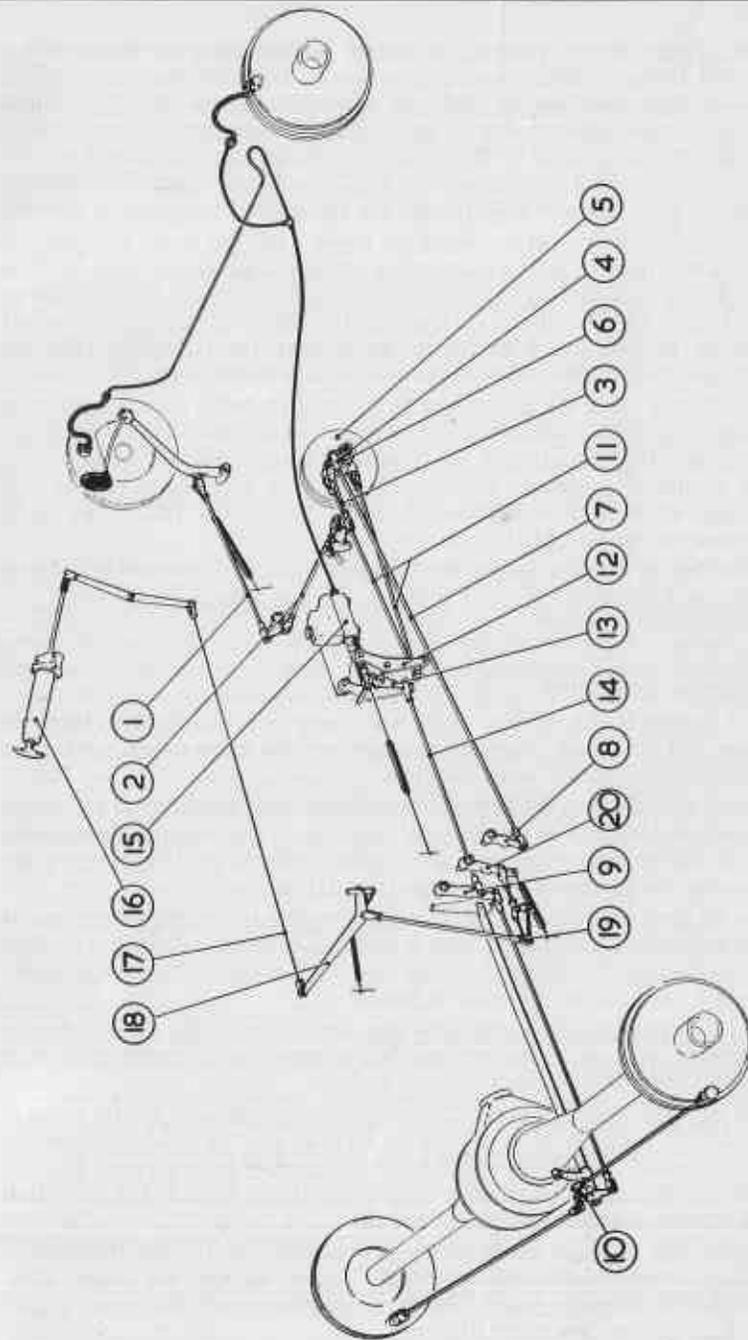

Fig. 17.—SYSTÈME DE FREINAGE—ROLLS-ROYCE.
Le schéma de la fig. 17 illustre tout le système de freinage.
Le pédale actionne une tringle (1, fig. 17) accouplée, par l'intermédiaire de la barre transversale (2) et de la tringle (3), au levier (4) sur l'arbre du servo. Ce dernier (5), monté sur le flanc droit de la boîte des vitesses, est entraîné à environ $\frac{1}{10}$ de la vitesses de l'arbre de transmission.
Le servo, illustré à la fig. 17, est du type à disques secs de freinage. Il comporte un réglage pour la mise au point initiale et pour rattraper l'usure des surfaces de friction. Une fois exactement réglé, l'usure étant minime, il ne réclame aucun soin pendant longtemps. Ce réglage est très délicat et il vaut mieux le faire exécuter par la Maison Rolls-Royce Ltd., ou par un de ses agents.
Les seuls endroits qui demandent un graissage à la main sont les mâchoires et les axes des tiges et des leviers intermédiaires (8, 9 et 20, fig. 17). Ils doivent être lubrifiés à la main tous les 8.000 kilomètres, comme dit à la page 19. Les cames à billes qui entraînent le servo (décrites dans ce chapitre) sont remplies de lubrifiant aux usines et ne réclament donc aucun soin entre les révisions du châssis.